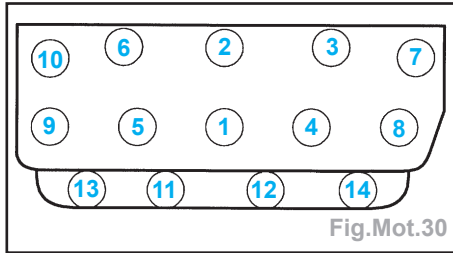

Fig.Mot.30
- Serrer les vis / les écrous de culasse dans l'ordre suivant (Fig.Mot.30) :